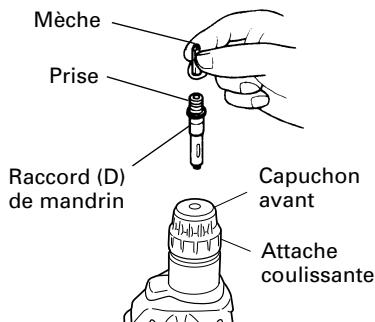

Fig. 18
6. Lors du vissage des vis machine (Fig. 18)
- Ne pas essayer d'utiliser le marteau rotatif en fonction de rotation et percussion lorsque l'adaptateur (D) de mandrin et la pièce sont attachés.
7. Enfoncement de vis à bois (Fig. 18)